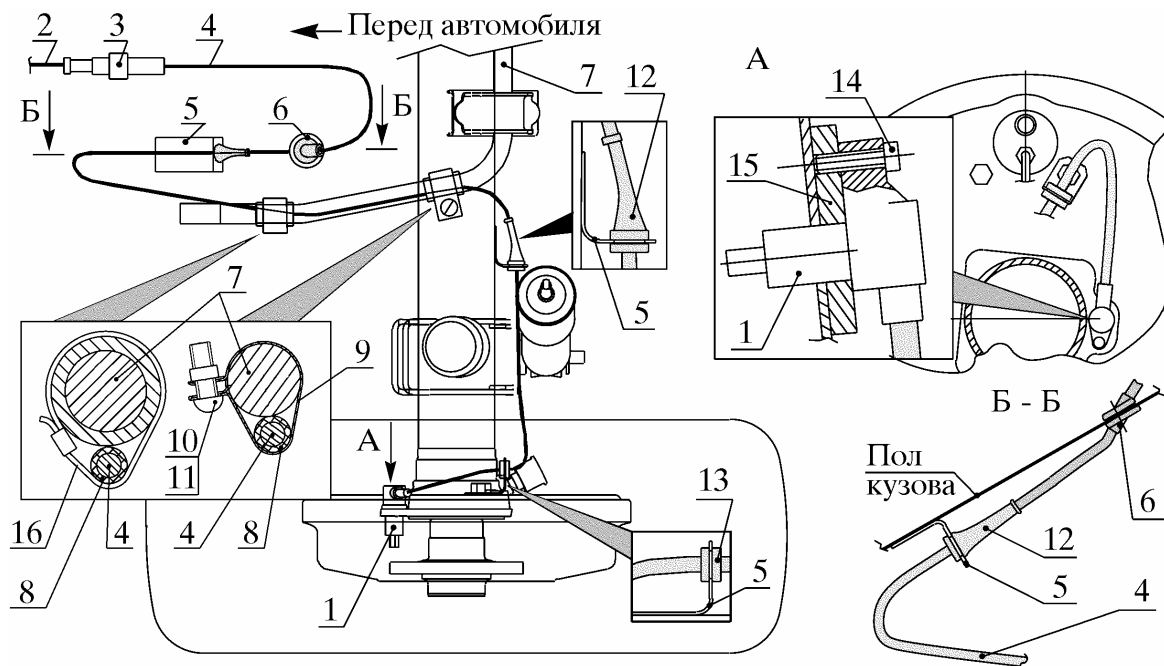

Рис. 8. Замена левого (правого) заднего колесного датчика:
6.4. Снять неисправный задний левый колесный датчик 1 (рис. 8) с проводом в сборе
2) установка поддержек 6, 12, 13 (см. рис. 8) провода 4 датчика под три крепежные скобы 5 и в отверстие пола кузова, а также затяжка хомутов 9, 16 крепления поддержек 8 провода 4 к штанге 7 стабилизатора поперечной устойчивости должны обеспечивать неподвижность в соединениях